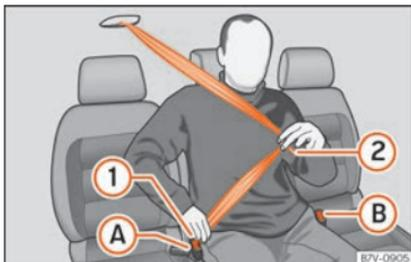

Fig. 91 Boucler la ceinture du siège central dans la seconde rangée.
- Tirez sur la sangle de la ceinture vers le bas grâce au pêne » » » **fig. 91 ①**. **Ne tordez pas** la ceinture en la faisant » » » ⚠.
- Le pêne ① doit être encastré dans le boîtier de verrouillage du siège auquel il est destiné Ⓐ.
- Passez la sangle de la ceinture devant le bassin du passager en tirant sur le pêne » » » **fig. 91 ②**.
- Le pêne ② doit être encastré dans le boîtier de verrouillage du siège auquel il est destiné Ⓑ.
- Appuyez sur la touche rouge sur le boîtier de verrouillage » » » **fig. 91 Ⓐ**. Le pêne sera expulsé du boîtier de verrouillage.
- Appuyez sur la touche rouge sur le boîtier de verrouillage » » » **fig. 91 Ⓑ**. Le pêne sera expulsé du boîtier de verrouillage.